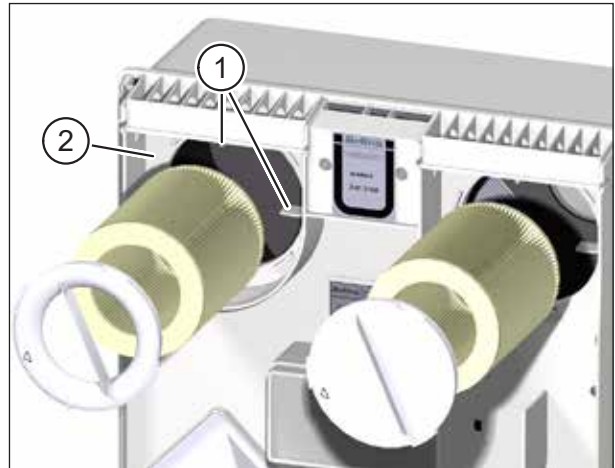

Abb. 15: Luftfilter einsetzen
- ▶ Achten Sie darauf, dass der Luftfilter in die vier Haltenasen (Pos. 1 in Abb. 15) an der Rückwand des Lüftungsgerätes gleitet.
- ▶ Setzen Sie den Filterring auf den Abluftfilter auf. Achten Sie darauf, dass der Filterring plan auf der Zwischenplatte (Pos. 2 in Abb. 15) aufliegt.